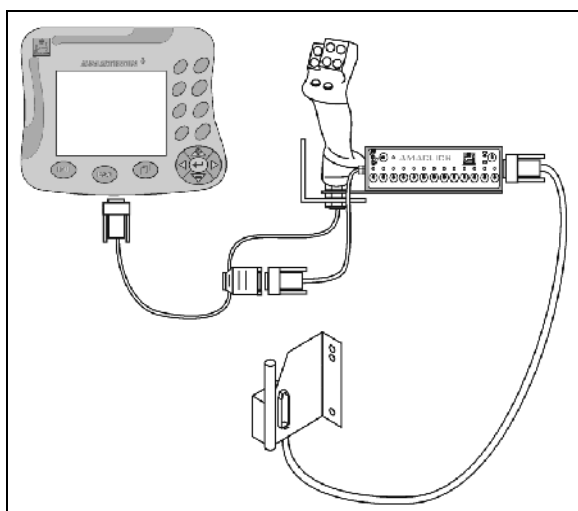

Fig. 133
- med multifunktionsgrebet Fig. 133.